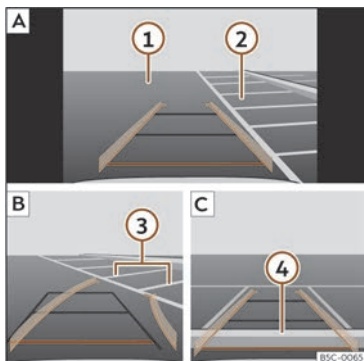

Fig. 152 Visualització a la pantalla del sistema d'Infotainment: aparcar amb l'assistent de marxa enrere.
Legenda de la >>> **fig. 152:**
- Situeu el vehicle davant de l'espai d'aparcament >>> **fig. 152** **2** **A**.